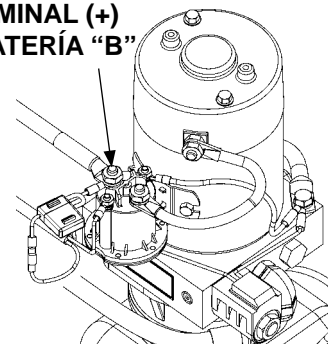

FIG. 37-1
1. Conecte un voltímetro a la terminal "B" del solenoide para verificar que se esté energizando. Recargue la batería si la lectura del voltaje es menor a 12.6 voltios (FIG. 37-1).